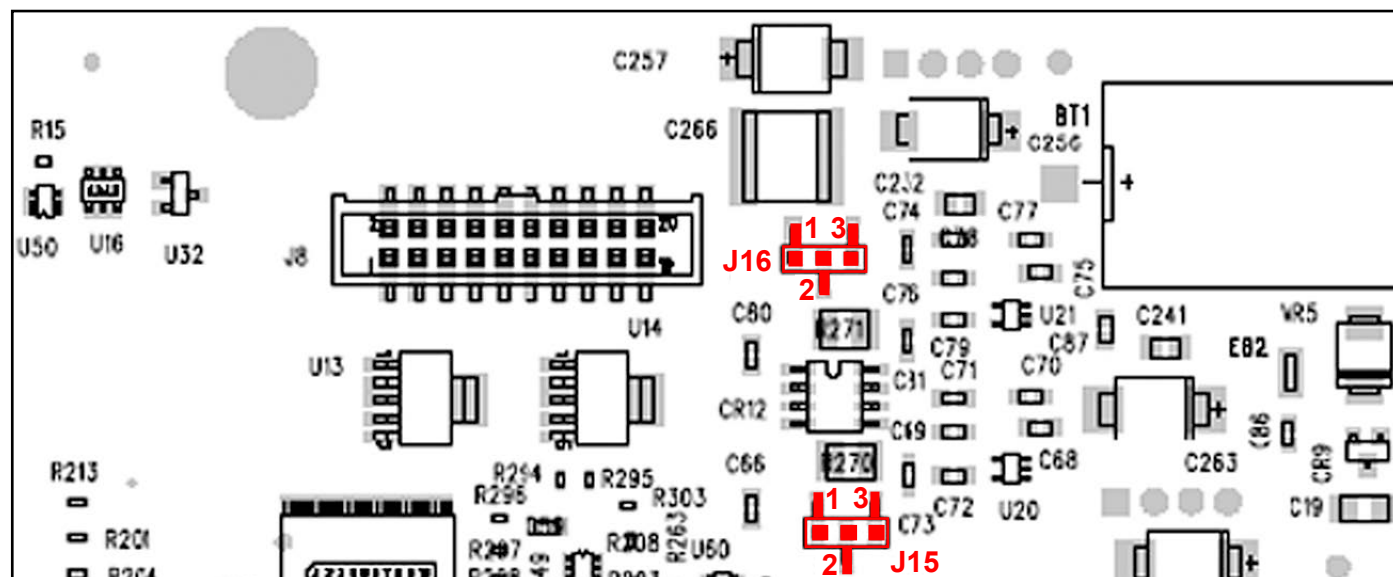

図 27: RS-485 モードでの終端 - ジャンパ線 J15 と J16 をピン 1 と 2 に接続
- ラジオペンチを使用して、ジャンパ線 J15 と J16 をピン 2 と 3（工場初期設定）からピン 1 と 2 に移します（27 ページの図 27 を参照）。J16 はポート 1 の終端、J15 はポート 2 の終端です。この手順では、接地リストストラップを使用するなど、基本的な ESD 予防措置を行うことをお勧めします。
RS485 インターフェースにデジチェーン式に接続されている複数の Aurora H2O ユニットでは、送信している装置から最も遠い装置のみに終端があることが重要です（下の図 27 を参照）。その他のすべてのユニットでは、ジャンパ線 J15 と J16 が 2 と 3 の位置（工場初期設定）にある必要があります RS-485 の配線または操作の詳細については、TIA/EIA-485-A 仕様を参照してください。